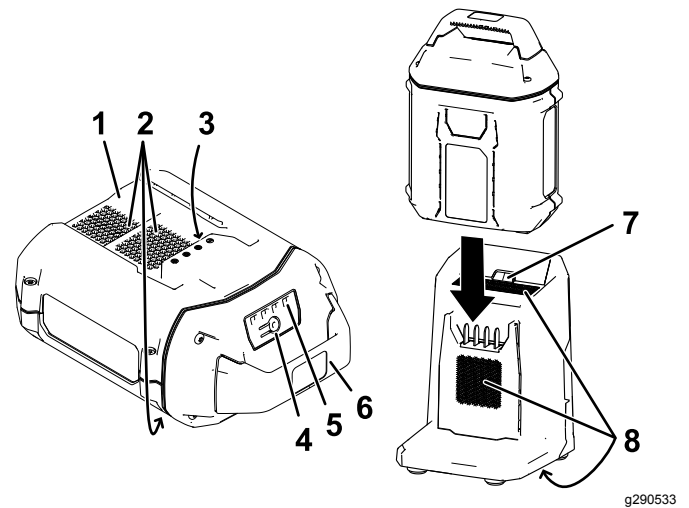

Figura 17
2. Alinee el hueco de la batería (Figura 17) con la lengüeta del cargador.
4. Introduzca la batería en el cargador hasta que esté completamente asentada (Figura 17).